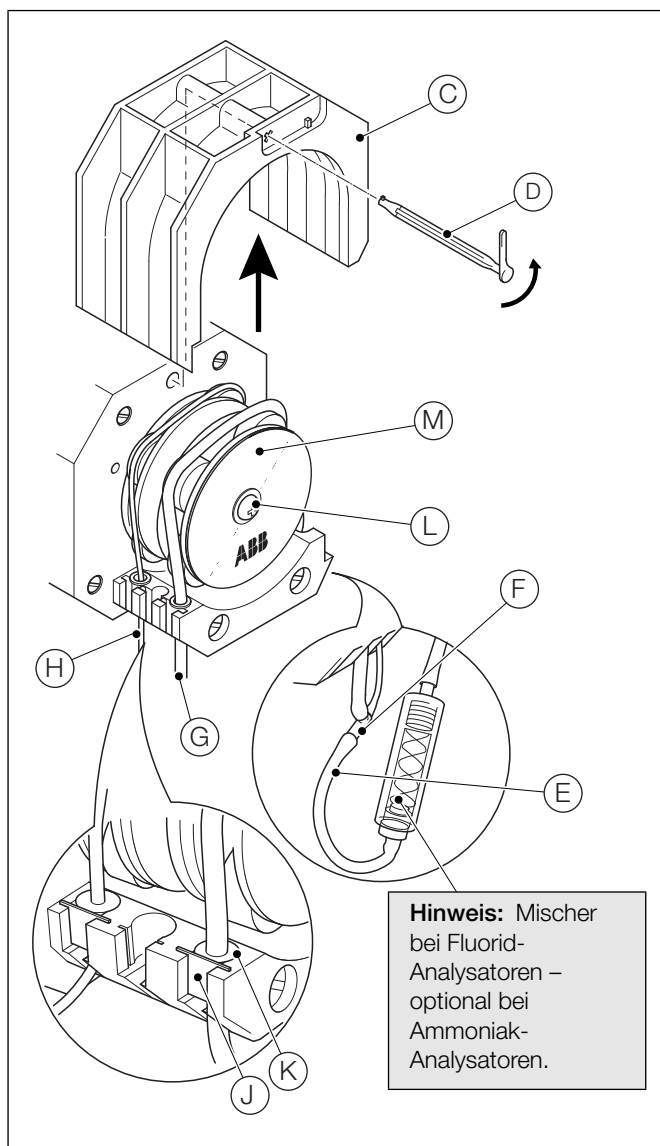

Abb. 13.2: Auswechseln der Pumpenschläuche und Pumpenräder
## 3. Erläuterungen zu Abb. 13.2:
3. Entfernen Sie den Schlauchverbinder (C) zusammen mit dem Reagenzeinschlauch (D), und entsorgen Sie beide Komponenten.
Schließen Sie ein Ende des neuen Schlauchverbinders (Teilenummer 0214060) an den Reagenzienschlauch an – siehe (H) in Abb. 13.2.